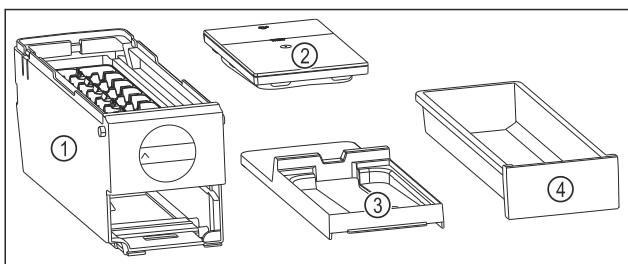

Fig. 165 Composants de l'EasyTwist-Ice
- L'EasyTwist-Ice est démonté en quatre parties. (voir Fig. 165)
- Ne démonter l'EasyTwist-Ice que de la manière illustrée. (voir Fig. 165)
- Nettoyer le corps de l'EasyTwist-Ice Fig. 165 (1) dans son ensemble.